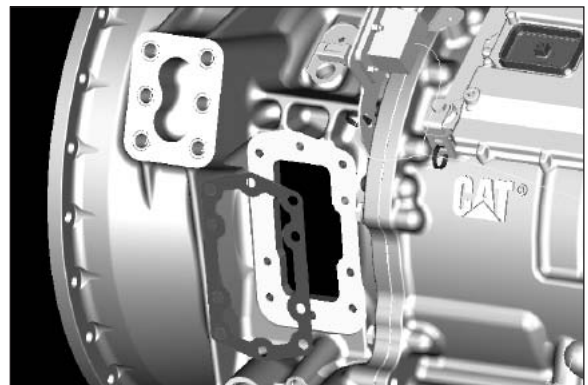

Abb. 2
2. Die Dichtung entfernen und die Seitenplatten-Dichtfläche reinigen (**Abb. 2**).